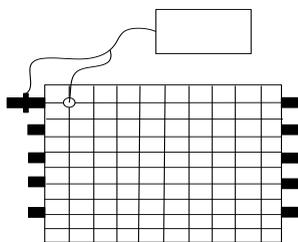

图 4-4 单电极布点示意图
- 1) 在待测构件表面布置测线，X 向测线和 Y 向测线构成正方形的网格，测线的交点即为测点，如图 4-4、4-5 所示。单电极检测测点间距一般设置为 $10\text{cm} \sim 50\text{cm}$ ，双电极检测的测点间距是固定的为 20cm ；每个测区宜布置 $30 \sim 50$ 个测点，测点距构件边缘距离应大于 4cm 。